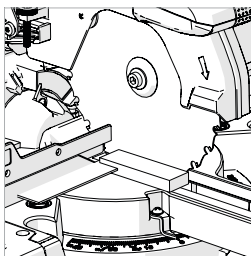

Fig. 30
- Legen Sie das Zeichendreieck so auf den Tisch, dass eine Seite am Tisch und die andere Seite am Sägeblatt anliegt (ohne dabei die TCT-Spitzen der Sägeblattzähne zu berühren). (Abb. 30)
- Wenn eine Einstellung erforderlich ist, lösen Sie die drei (3) Anschlagseinstellschrauben mit einem Sechskantschlüssel.